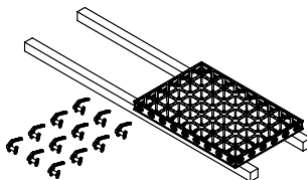

Fig. B1.01
1. Подгответе елементите за сглобяване. Подложете греди отдолу. Основата за сглобяване трябва да е равна! (Fig. B1.01)